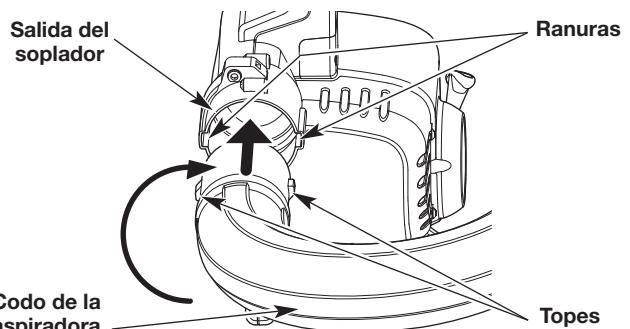

Fig. 6
1. Alinee los topes del tubo acodado de la aspiradora con las ranuras de la salida de la sopladora (Fig. 6). El extremo ancho del tubo acodado debe apuntar hacia la derecha.
2. Inserte el tubo acodado de la aspiradora en la salida de la sopladora (Fig. 6).
3. Gire el tubo acodado de la aspiradora hasta que calce en su lugar (Fig. 6).